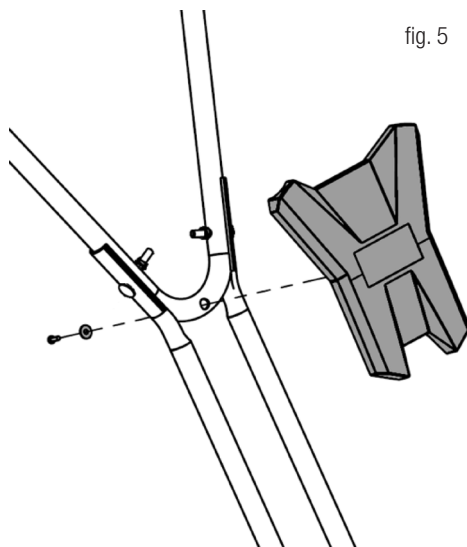

fig. 5
5. Montare il pannello come mostrato in fig 5.